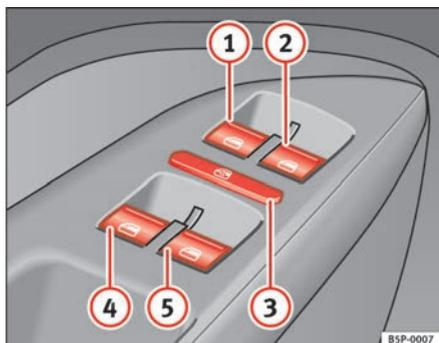

Fig. 69 Pormenor da porta do condutor: comandos para as janelas dianteiras e traseiras
Os botões ⇒ página 109, fig. 69 ① e ② têm duas posições para abrir e duas para fechar os vidros. É assim mais fácil controlar a abertura e o fecho.